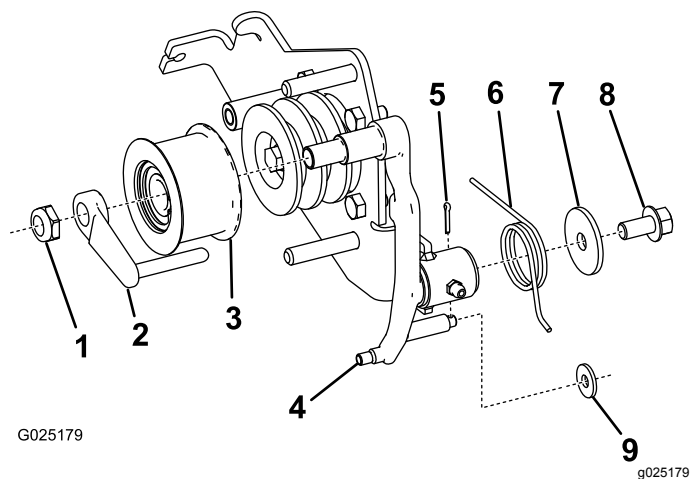

Figure 2
- Fixez le levier d'embrayage neuf au support d'embrayage neuf au moyen du ressort antagoniste, de la rondelle et du boulon des anciens levier et support d'embrayage (Figure 2).